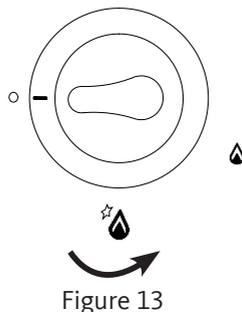

Figure 13
1. Pour allumer l'un des brûleurs, appuyez et tournez la manette correspondant au brûleur que vous souhaitez utiliser (figure 13) et placez-la sur la position ☆ (« allumage électrique »).